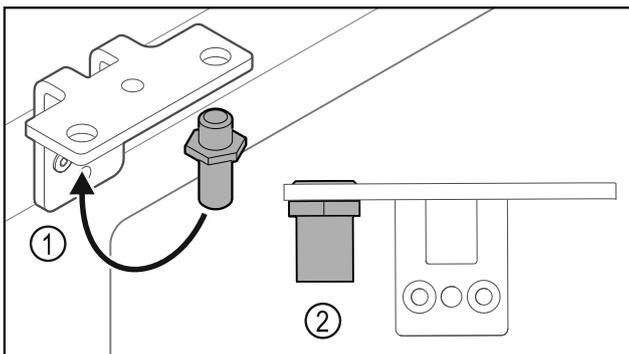

Fig. 31
- Cambiar la posición del perno Fig. 31 (1) en la escuadra de bisagra.
- Apretar el perno Fig. 31 (2) con un **par de 12 Nm**.